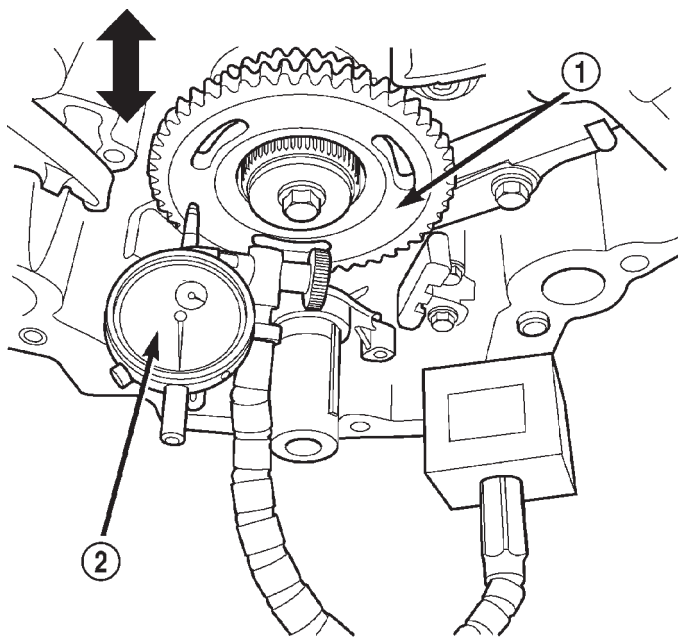

Abb. 83 Axialspiel des Zwischenrads messen
(20) Alle drei Ketten mit Motoröl versehen.
(21) Nach der Montage der drei Ketten ist das Axialspiel des Zwischenrads zu messen (Abb. 83). Das Axialspiel muß zwischen 0,10-0,25 mm (0,004-0,010 Zoll) betragen. Andernfalls muß das Zwischenrad ausgetauscht werden.